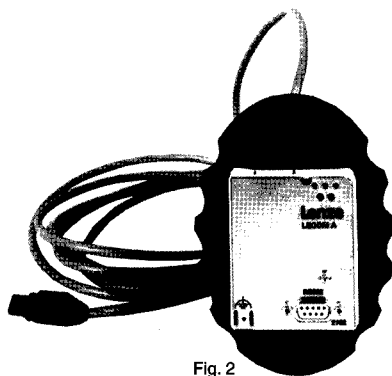

Fig. 2
(4) Modulo di comunicazione LECOM-A (RS232)
Modulo esterno di comunicazione LECOM-A (ved. fig. 2 e a lato) che consente l'interfaccia tra PLC o PC (eventualmente munito del software GDC-E, ved. (3)) e motore-inverter; fornito di impugnatura di gomma antiurto e cavo di collegamento di 2,5 m (5 o 10 m a richiesta ved. varie) innestabile sull'involucro inverter.
(4) Communication module LECOM-A (RS232)
External communication module LECOM-A (see fig. 2 and beside) that allows the connection between PLC or PC (eventually equipped with GDC-E software, see (3)) and motor-inverter; equipped with antishock rubber protection hand terminal and 2,5 m connecting cable (5 or 10 m on request see miscellaneous) insertable in inverter housing.